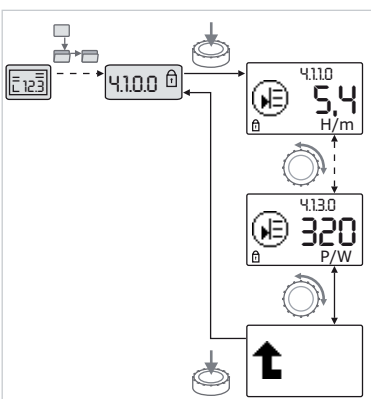

Fig.34: Accesarea informațiilor
- Prin rotirea butonului roșu se ajunge la elementele de meniu de tipul „Informații” ale submeniului actual (vezi fig. 34). Pentru legenda setărilor reprezentate cu simboluri vezi tabelul din capitolul 8.7 „Referință elemente de meniu” la pagina 29.